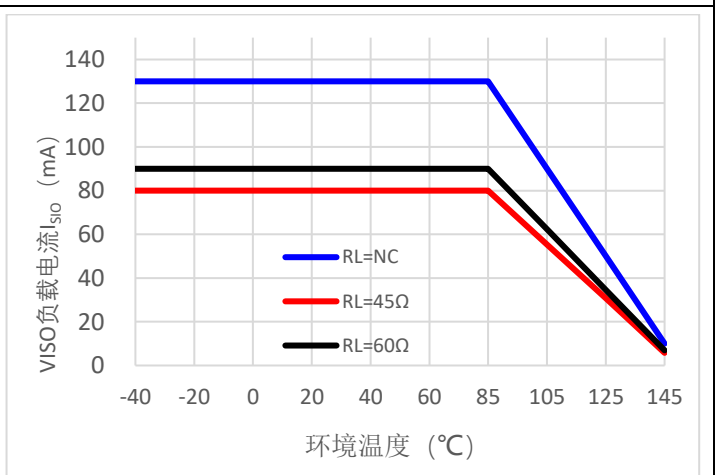

图 7.9-12
1. 当 $T_A > 85^\circ C$ 时, 最大负载可用电流以应当降低, 详细参考图 7.9-12 V_{ISO} 最大负载可用电流 I_{ISO} 随器件环境温度的变化;
表 9-3 列举了总线在常温下总线 CANH 和 CANL 之间 R_L 不同时器件最大负载可用电流 I_{ISO} 。当输出电压 V_{ISO} 为 5V 时，若总线 CANH 和 CANL 之间接入 45Ω 电阻，此时总线端自身消耗的负载电流约为 50mA，总的最大负载可用电流为 130mA，因此 V_{ISO} 输出电压最多可以外供 80mA 电流。需要注意的是，上述电流是在常温 ($T_A = 25^\circ\text{C}$) 下的数据，当温度超过 85°C 时，最大负载可用电流以适当降低，详见图 7.9-12 关于 V_{ISO} 最大负载可用电流 I_{ISO} 随器件环境温度变化的曲线。